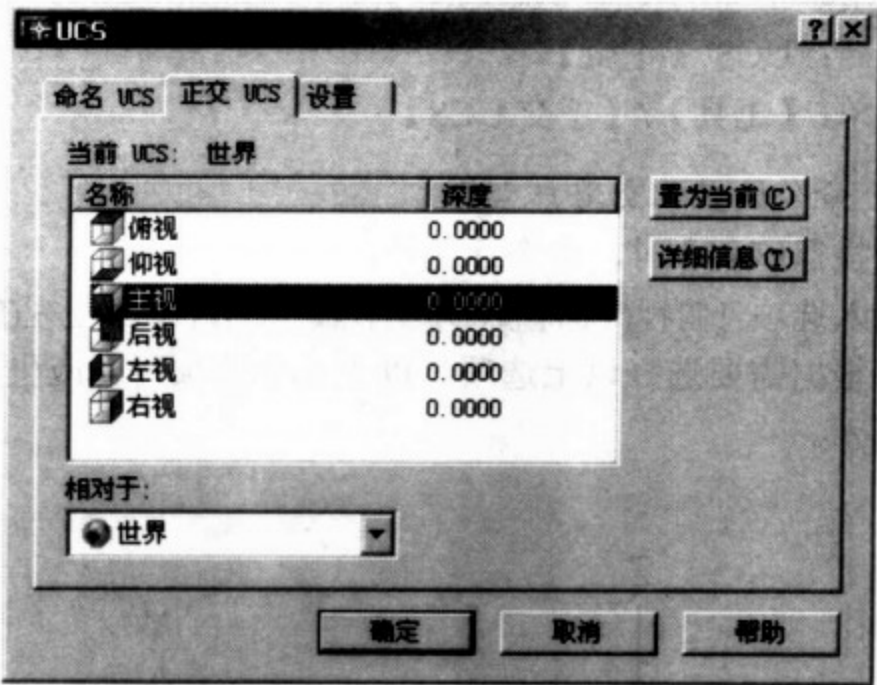

图 2-26 【UCS】对话框
(1) 执行主菜单中【工具】/【正交 UCS】/【预置】命令, 弹出【UCS】对话框, 如图 2-26 所示。
(2) 在【正交 UCS】选项卡内的【当前 UCS】列表中, 选中需要的正交用户坐标系, 如选中“☒主视”项, 单击 **置为当前(C)** 按钮左侧小三角指向“☒主视”, 将主视置为当前正交用户坐标系, 如图 2-26 所示。